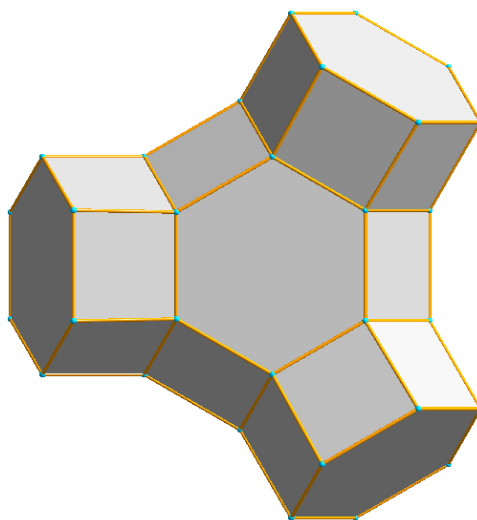

图 63：再次以朝向(1,1,1)平面的方向查看结构。
在第四步（最后一步）中，我们将绘制多面体来表示 β 笼之间的连接。为此，首先请更改查看方向为沿 (1,1,1) 轴：请从“图像（Picture）”菜单中选择“Viewing Direction（查看方向）”命令，在“h,k,l”对应的输入区域分别全部输入“1”，点击“Set（设定）”按钮关闭对话框。现在您的查看方向垂直于 (111) 平面（图 63）。然后您还需要按<F9>键重新调整放大系数。